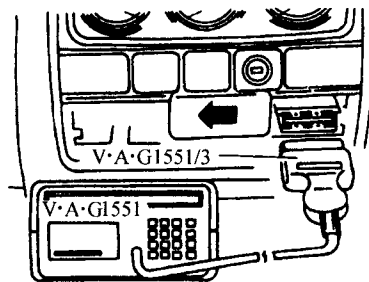

图 1-1 连接故障诊断仪 V.A.G1551
(1) 将中央继电器盒打开,如图 1-1 所示。用连接线 V.A.G1551/3 将故障诊断仪 V.A.G1551 与自诊断接口连接。
(2) 打开点火开关,这时显示屏上显示: